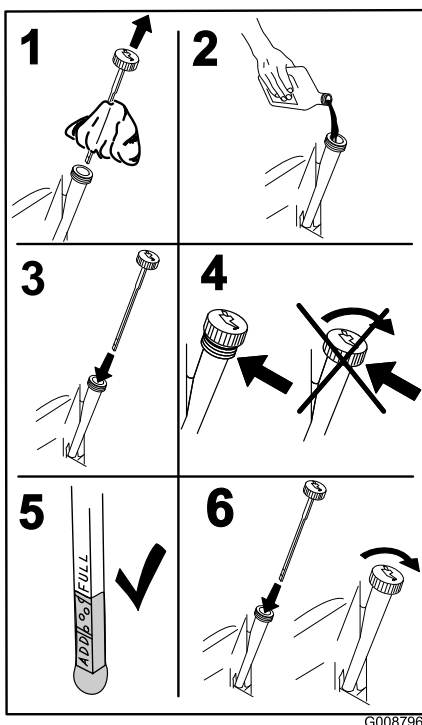

Figure 46
4. Versez lentement environ 80% de l'huile spécifiée dans le tube de remplissage puis faites l'appoint lentement jusqu'à ce que le niveau atteigne le repère du plein (Full) (Figure 46).